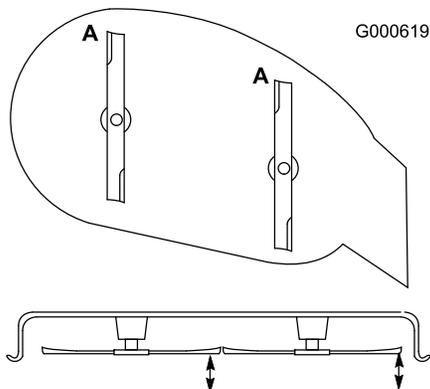

Figura 38
2. Gire las cuchillas hasta que los extremos estén orientados hacia adelante y hacia atrás (Figura 38). Mida desde una superficie nivelada hasta el filo de corte, posición **A**, de las cuchillas (Figura 38). Anote esta dimensión.